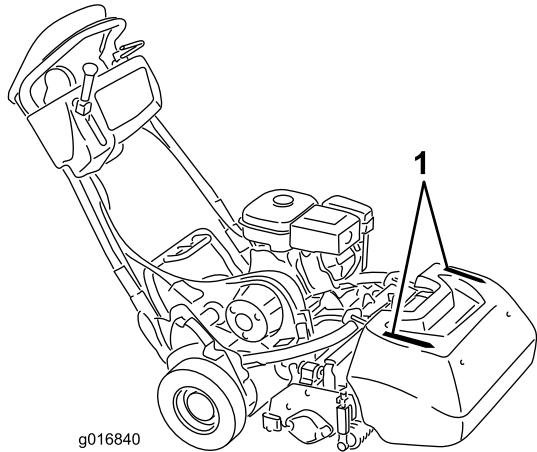

Figura 25
- Para ayudarse a segar en línea recta a través del green, y para mantener la misma distancia del borde de la pasada anterior, utilice las rayas de alineación del recogedor (Figura 25).